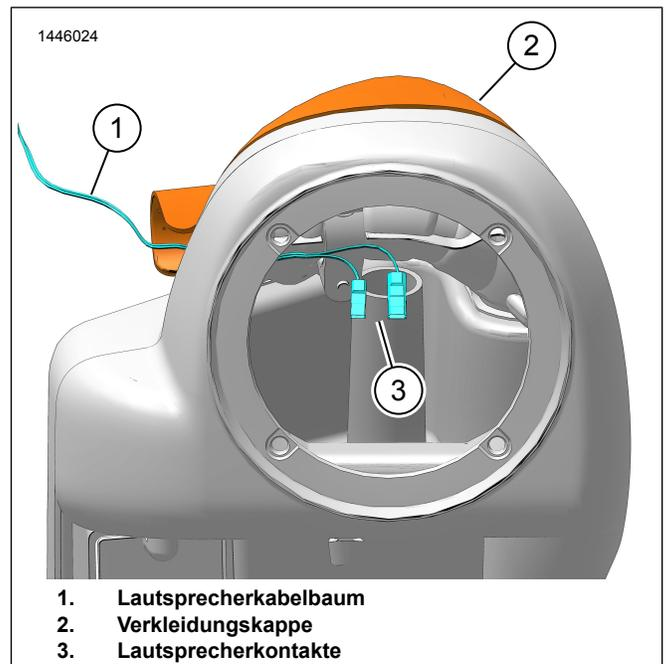

Abbildung 12. Kabelbaum-Verlegung
2. Siehe Abbildung 12. Lautsprecherkontakte (3) durch die Tülle in die untere Verkleidung verlegen.